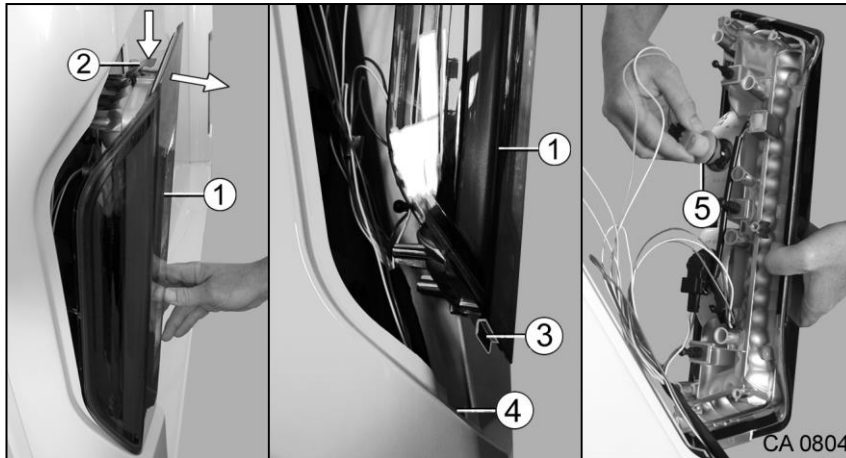

Fig. 176 Remplacement de l'ampoule sur le support de feu arrière
Si, lors du changement d'ampoule sur le support de feu arrière (Fig. 176/1) on travaille avec un outil non approprié ou si le câble est trop sollicité, il y a risque de détérioration.
Ne pas laisser pendre le support de feu arrière (Fig. 176/1) par les câbles !
1. Tirer le support de feu arrière (Fig. 176/1) en haut en dehors jusqu'à ce que le clip de fixation (Fig. 176/2) soit visible.
2. Pousser le clip de fixation (Fig. 176/2) vers le bas tout en sortant encore davantage le support de feu arrière (Fig. 176/1).
3. Soulever le support de feu arrière (Fig. 176/1) et retirer l'entretoise (Fig. 176/3) hors de l'évidement (Fig. 176/4).
4. Enlever prudemment le support de feu arrière (Fig. 176/1), bien le tenir et le déposer dans un endroit approprié.
5. Tirer le culot de lampe (Fig. 176/5) enfiché en dehors et remplacer l'ampoule défectueuse.